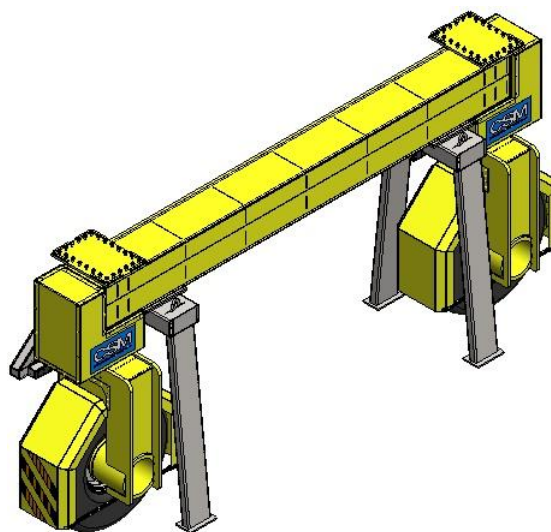

Figura 1 - Cabeceira sobre os Cavaletes
- 1º passo: Com as cabeceiras sobre os cavaletes, içar uma perna de cada vez em cima de cada cabeceira, conforme a Figura 1;